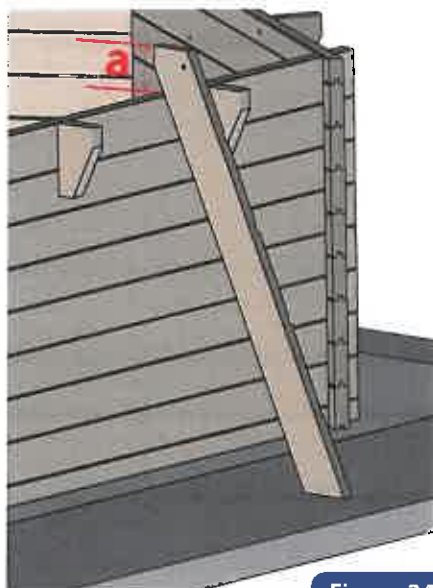

Figure 24
- Recoupez les limons de l'échelle en reportant la dimension a (figure 24) au bas du limon de l'échelle et sciez la partie a extraire.